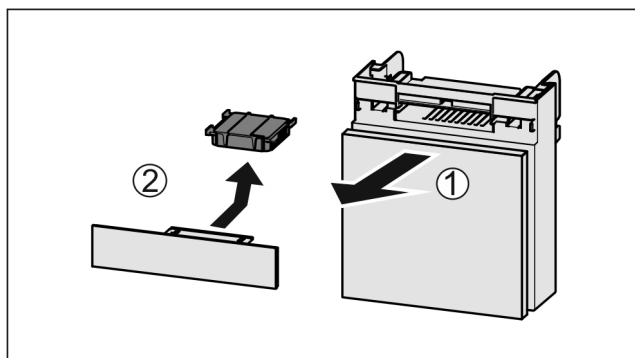

Fig. 108
- ▶ Extraire le compartiment par l'avant Fig. 108 (1).
- ▶ Sortir le filtre à charbon actif Fig. 108 (2).